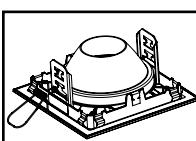
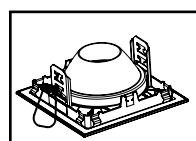
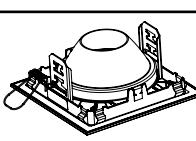
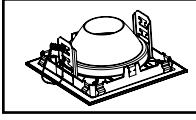

Figure 2.
Figure 3.
Figure 4.
Figure 5.
- Les éléments sont livrés avec des ressorts de retenue destinés à des installations dans des plafonds d'une épaisseur de 1,27 cm à 2,54 cm (Figure 2.). Pour des plafonds d'une épaisseur plus importante, les ressorts devront être déplacés. Pour déplacer un ressort, appuyez sur celui-ci avec les doigts et poussez le d'un côté du brancard. Faites-le pivoter pour le sortir de son emplacement (Figure 3.). Sortez-le du brancard (Figure 4.). Pour le placer plus haut, glissez le côté le plus court du ressort à l'intérieur du brancard (Figure 5.) et coinclez-le dans l'encoche (Figure 6.). Appuyez de chaque côté et faites passer le reste du ressort en coinçant le deuxième côté dans l'autre encoche. (Figure 7.)